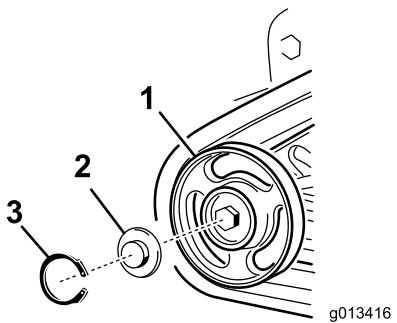

Figura 47
**Nota:** Potreste dover rimuovere la ruota non motrice anteriore esterna. Per rimuovere questa ruota, rimuovete l'anello elastico ed il tappo dal centro della ruota non motrice (Figura 47). Rimuovete il bullone e la guarnizione dal centro della ruota e staccate la ruota dalla macchina.